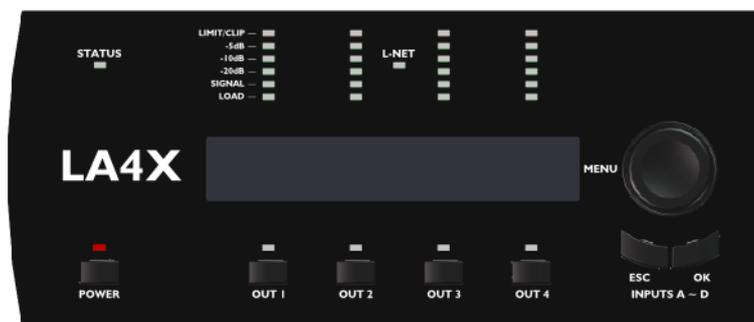

Figure 12 : LA4X éteint
- ▶ Presser la touche **POWER** pendant une seconde pour éteindre le contrôleur. L'écran LCD et toutes les LED s'éteignent, excepté la LED **POWER** qui reste allumée en rouge pour indiquer que le contrôleur n'est pas déconnecté du secteur (voir la Figure 12). Bien qu'il ne soit plus détectable sur le réseau, le contrôleur continue d'assurer la transmission des données Ethernet dans une topologie en cascade.